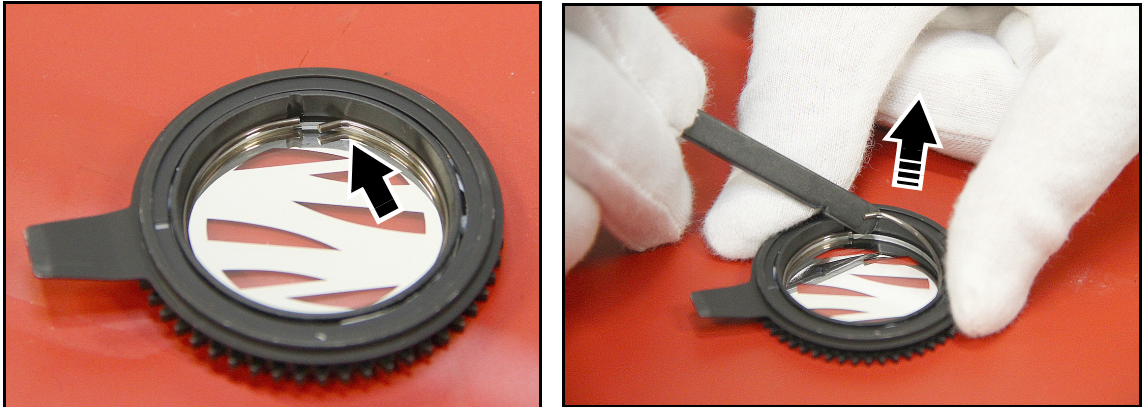

Bild 21: Entfernen eines Gobos aus einem Gobohalter
1. Siehe Bild 21. Legen Sie den Gobohalter auf eine saubere Oberfläche mit der glänzenden Seite des Gobos nach oben. Beachten Sie die Position der Biegung (Pfeil) am Ende der Gobohalterfeder. Um ein Verkratzen des Gobos zu vermeiden, heben Sie das Ende der Haltefeder mit Hilfe eines Kunststoffhebels aus der Nut im Gobohalter und heben Sie die Haltefeder aus dem Gobo heraus.